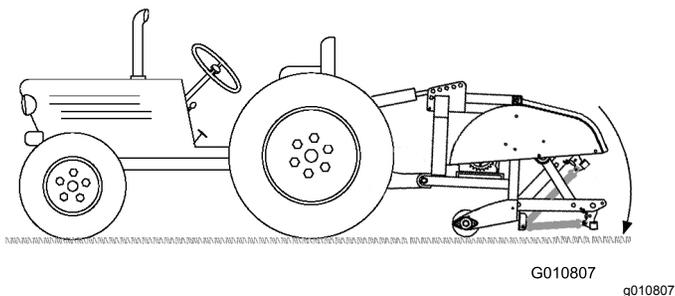

Рисунок 13
4. Опустите аэратор на землю и полностью выдвиньте гидроцилиндр гидравлической верхней тяги или верхнюю тягу трактора (**Рисунок 13**).